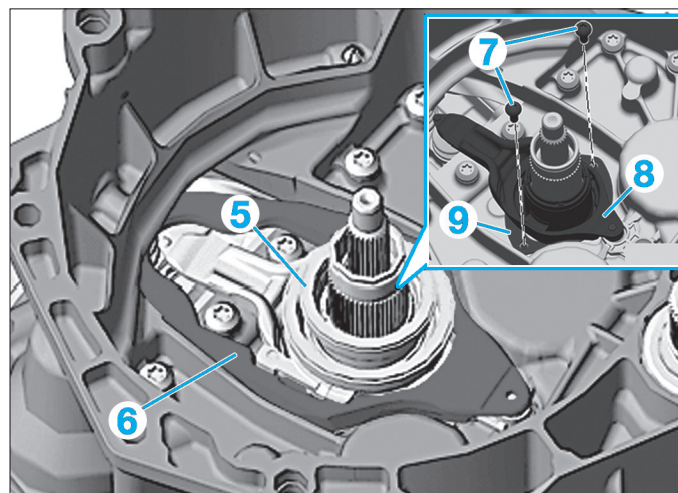

Fig. 5
- la butée (5) et le grand levier d'embrayage (6) (Fig.5),
- les vis (7) et déposer le petit levier d'embrayage (8),
- le logement (9) du levier d'embrayage.